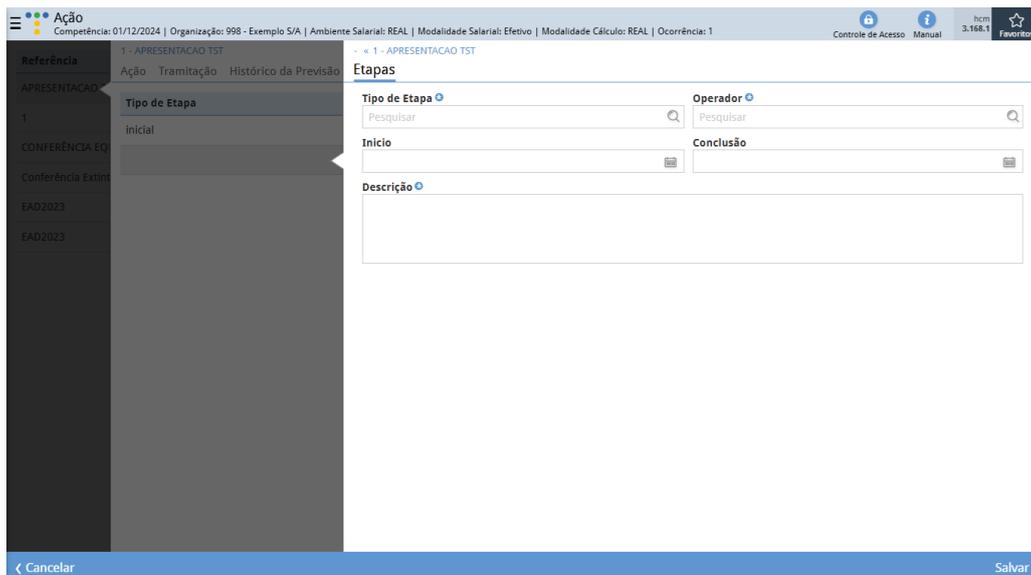

Figura 126: Formulário
2. Preencha o formulário (Figura 126) com as informações solicitadas: